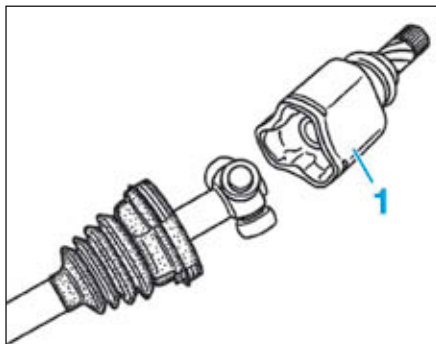

FIG.6
- Enlever le maximum de graisse et déposer le fourreau tulipe (1) (Fig.6).